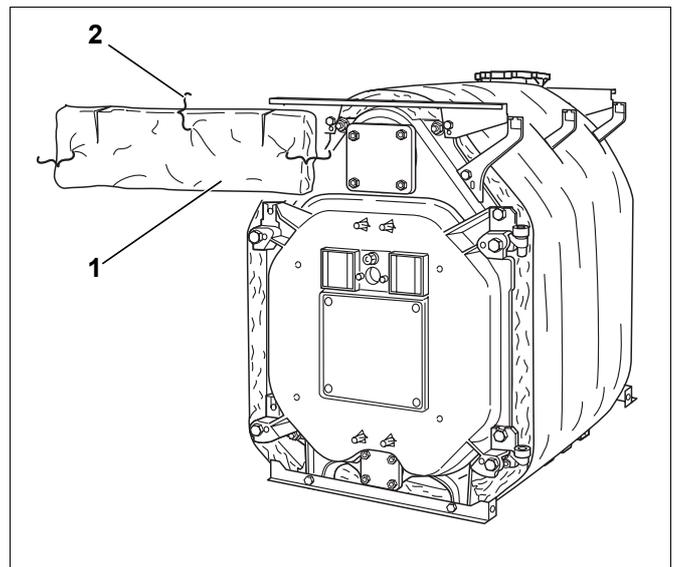

Bild 44 Vorderen Wärmeschutz montieren
- ▶ Rechteckigen Wärmeschutz (Bild 44, **Pos. 1**) mit den Einschnitten nach oben vorne über der Tür anbringen.
- ▶ Wärmeschutz mit 3 Spannfedern (Bild 44, **Pos. 2**) an dem Blockwärmeschutz befestigen.